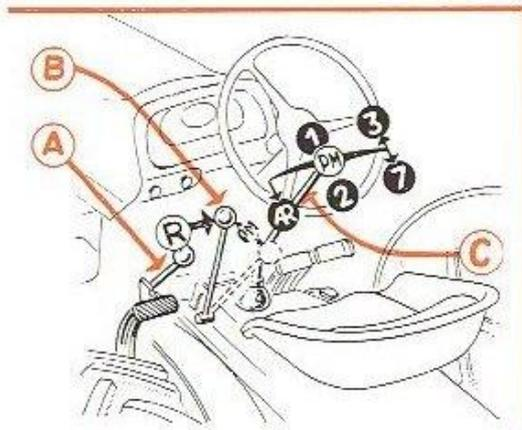
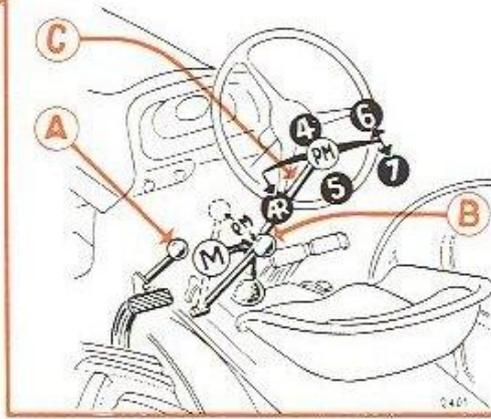

FIG. 10
FIG. 11
- à mi-course si le levier d'enclenchement de l'amplicouple (**rep. A, fig. 10**) est décraboté, c'est-à-dire tiré vers le conducteur ;
— Pour craboter l'amplicouple, il faut débrayer à fond de course avant de pousser le levier d'enclenchement (**rep. A, fig. 10**) vers l'avant.
3^o Disposer les leviers de prise constante (**rep. B, fig. 10**) et de changement de vitesses (**rep. C, fig. 11**) dans les positions correspondant à la vitesse d'avancement désirée.
— Lorsque le levier de prise constante (**rep. B, fig. 10**) est poussé vers l'avant, on obtient les combinaisons de vitesses suivantes :
Les cinq vitesses peuvent être réduites chacune d'un tiers en utilisant l'amplicouple, par débrayage, à mi-course, à condition que le levier d'enclenchement (**rep. A, fig. 10**) soit amené vers l'avant du tracteur.